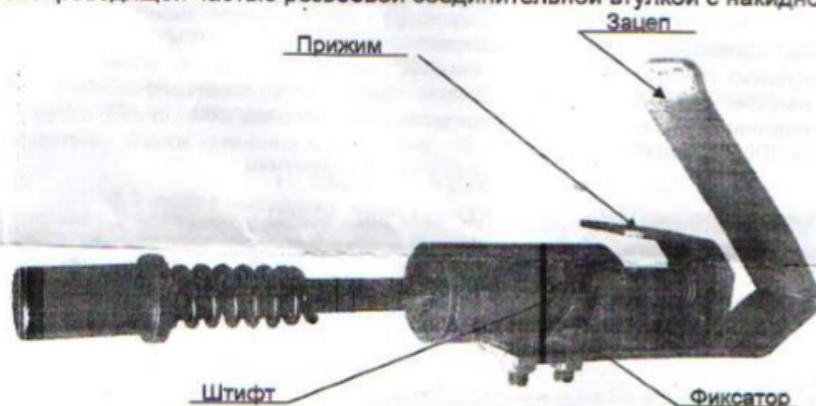

Рис. 1. Пружинный зажим с фиксацией
- контактная часть, выполненная в виде пружинного зажима с фиксацией (рис. 1), связанного с металлическим звеном штанги механически – с помощью карданного соединения и электрически – с помощью гибкой медной перемычки, а также струбцины на конце гибкого провода (заземляющего спуска);